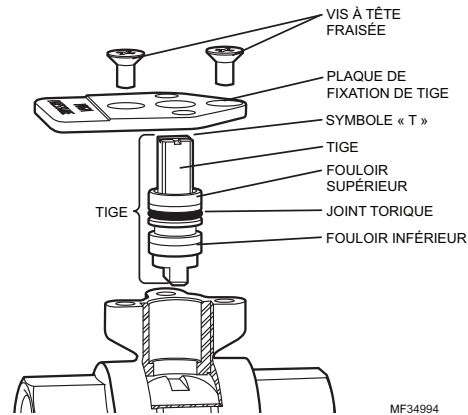

Fig. 34. Remplacement dans le système de la tige de clapet.
La tige de clapet peut être remplacée dans le système, si nécessaire. Voir la Fig. 34.
7. Glisser le sous-arbre sur la tige avec la languette orientée comme indiqué dans la Fig. 34.